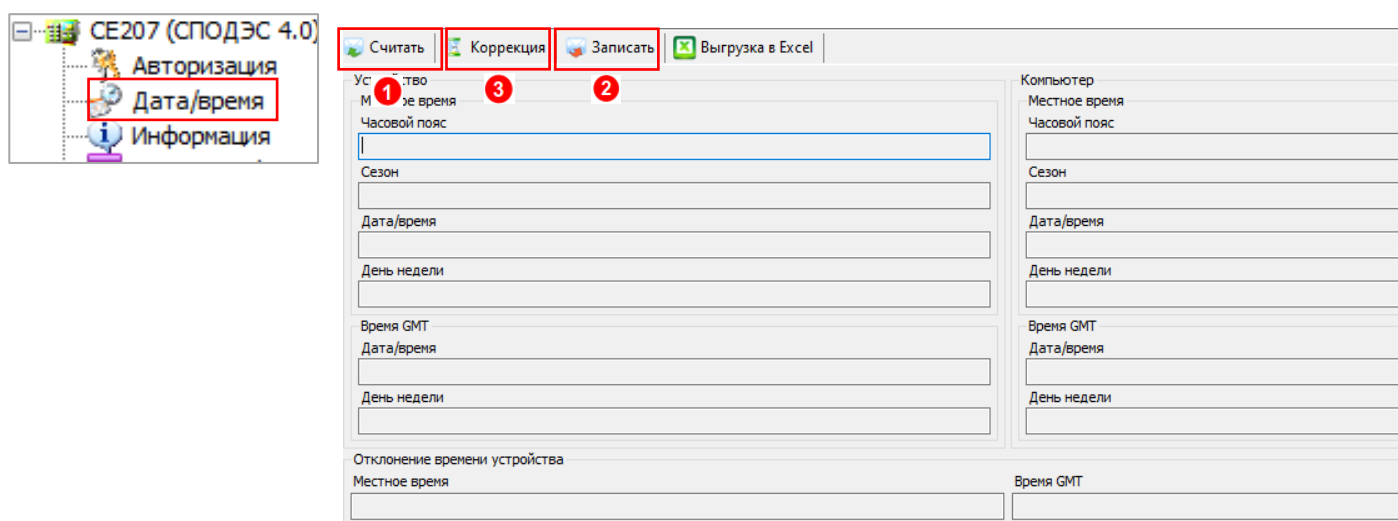

Рисунок 172
Доступна запись текущей даты и времени (по часам ПК) на вкладке «Дата/время» (2) (см. рисунок 172).
Коррекция времени выполняется на вкладке «Дата/время», нажатием на кнопку «Коррекция времени» (3) (см. рисунок 172):